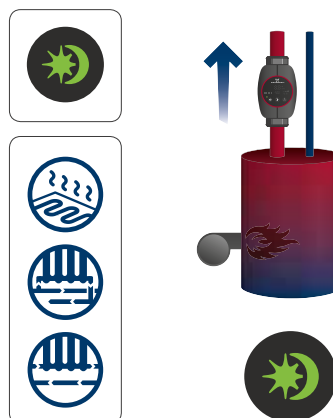

Fig. 31 Diminuarea automată pe timp de noapte activată
- Pompa trebuie instalată pe conducta de tur. Vezi fig. 31.
Activați modul de vară manual apăsând timp de 3 până la 10 secunde butonul de diminuare automată pe timp de noapte. Vezi fig. 31. Lumina indicatoare verde clipește repede. După o scurtă perioadă de timp afișajul se stinge iar banda luminoasă verde clipește încet.